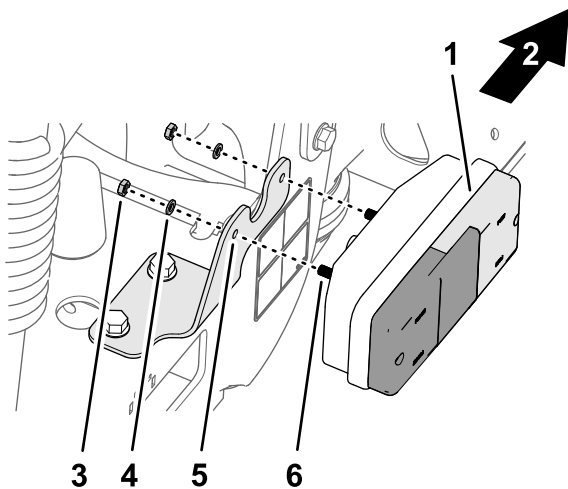

Figura 58
2. Monte la luz trasera en el soporte de la luz trasera (Figura 58) con 2 arandelas de freno y 2 tuercas (5 mm).